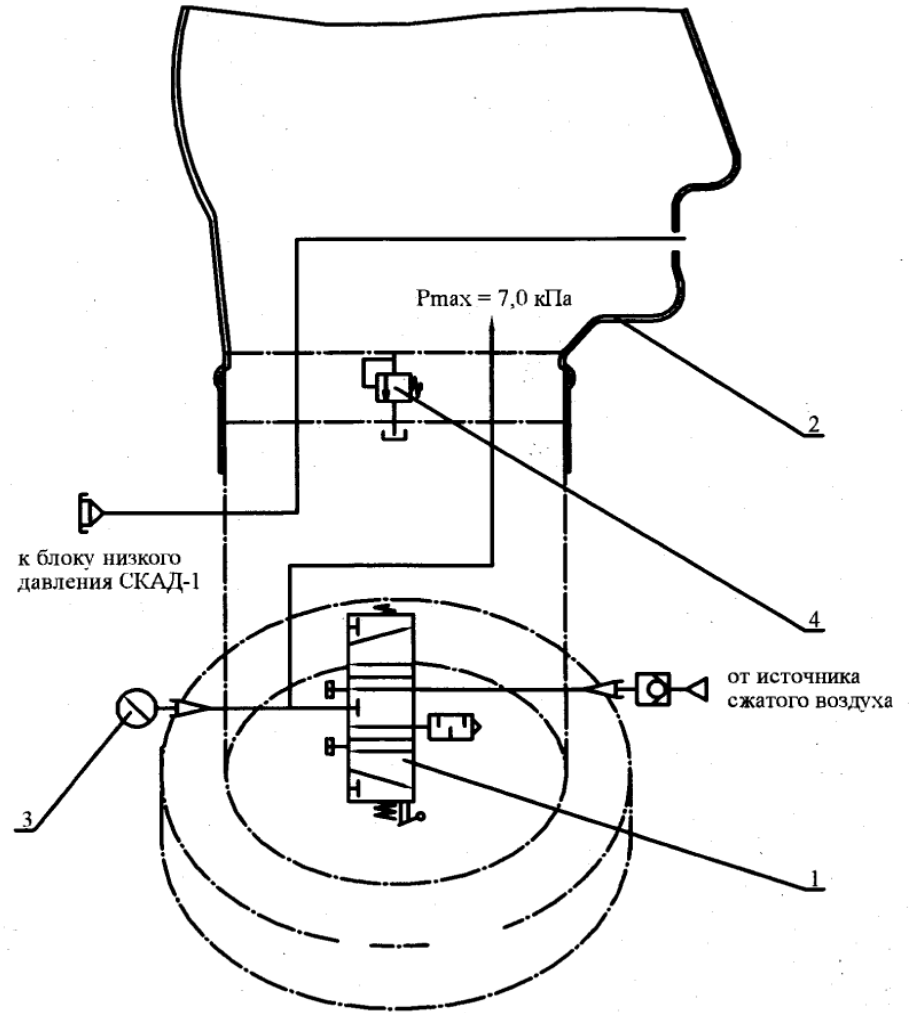

Рис. 2 Принципиальная пневматическая схема муляжа
5.2 При подключении муляжа к источнику сжатого воздуха и перевода рычага переключения в положение «наддув» воздух под давлением поступает к пневмораспределителю 1 (рис. 2), от него в фофан 2 и к индикатору давления 3. В корпусе муляжа установлен предохранительный клапан 4, срабатывающий во избежание разрушения фофана при повышении давления выше допустимого.